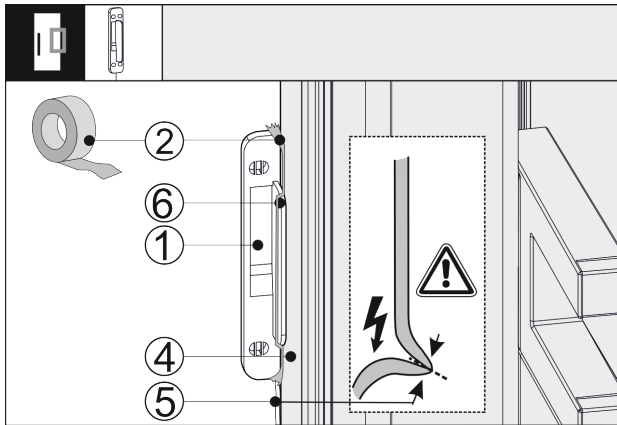

Fig. 42
- Pridėkite beldimo jutiklį Fig. 42 (1) šone prie prietaiso durų Fig. 42 (4), kad atrama Fig. 42 (6) priglustų prie prietaiso durų Fig. 42 (4). Jutiklio kabelis Fig. 42 (5) yra šiek tiek įtemptas ir taip pat priglunda prie prietaiso durų Fig. 42 (4).
- Užfiksuokite stuksenimo jutiklį Fig. 42 (1) lipnia juosta Fig. 42 (2). Stuksenimo jutiklis vėliau prisukamas baldų priekyje.